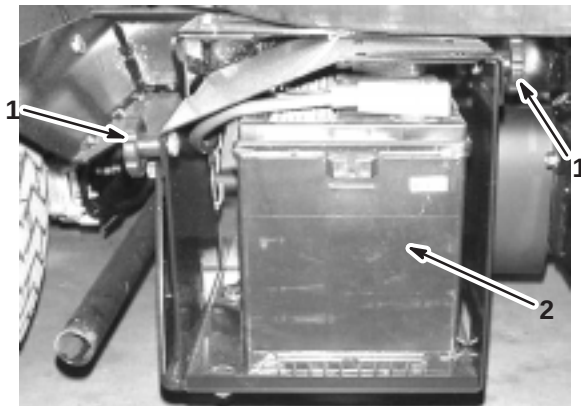

Figure 52
2. Desserrez les boutons sur les côtés du bac de la batterie et déposez le couvercle de la batterie (Fig. 52).
3. Retirez le dispositif de retenue et les fixations de la batterie (Fig. 52).
3. Installez solidement le dispositif de retenue de la batterie avec les fixations retirées précédemment (Fig. 52).
4. Posez le couvercle de la batterie et fixez-le à l'aide des 2 boutons (Fig. 52).
1. Desserrez les boutons sur les côtés du bac de la batterie et déposez le couvercle de la batterie (Fig. 52).